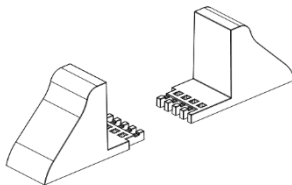

Fig.4-1 Bases de apoyo
Paso 1: Saque las bases de apoyo de los accesorios. Se muestran en Fig.4-1.